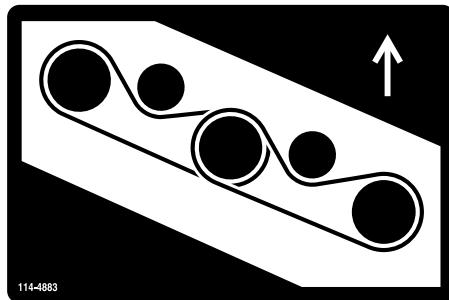
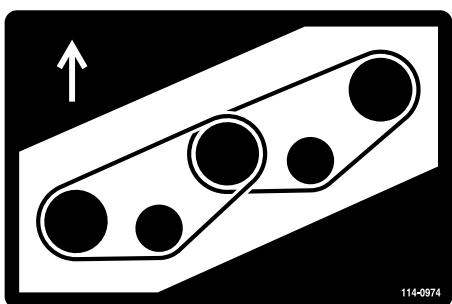

Рисунок 126
Рисунок 125
7. Обведите новый ремень вокруг шкивов шпинделей и узла натяжного ролика (Рисунок 125 и Рисунок 126).